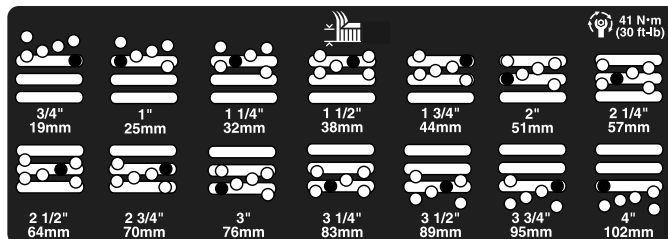

Figura 22
5. Spostate l'alloggiamento all'altezza di taglio opportuna e montate il distanziale nel foro e nella scanalatura dell'altezza di taglio prescelta (Figura 22).